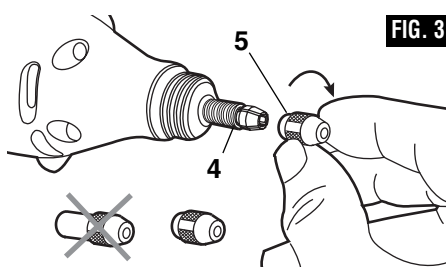

FIG. 3
4. While pressing the shaft lock button on your rotary tool, thread the collet nut **5** included with your Dremelite onto the the output shaft **4**. **Note:** The collet nut normally used on your rotary tool is taller than the collet nut included with your Dremelite (Fig. 3).
Remarque : l'écrou de douille normalement utilisé sur votre outil rotatif est plus long que celui livré avec votre Dremelite (Fig. 3).
portaherramienta **5**, incluida con el aditamento Dremelite, en el eje de salida **4**. **Nota:** La tuerca del portaherramienta utilizada normalmente en la herramienta giratoria es más alta que la tuerca del portaherramienta incluida con el aditamento Dremelite (Fig. 3).